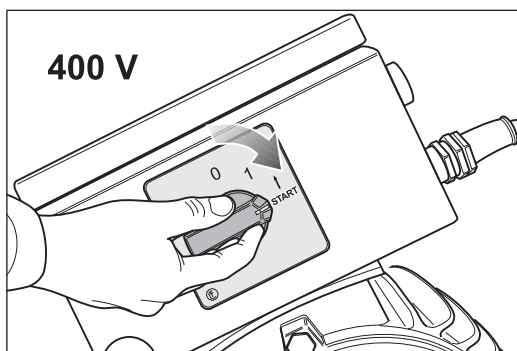
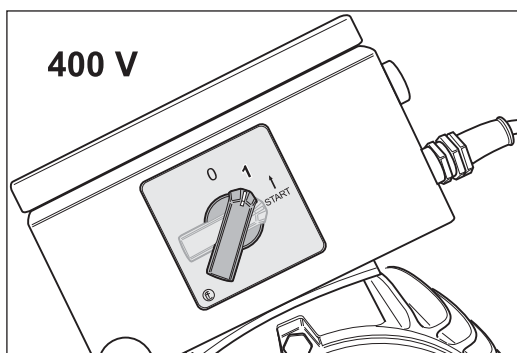

Abb. 25 Zum Einschalten den Schalterknopf am Motor auf die Position -START- drehen.
Abb. 26 Nach Anlauf des Motors den Schalterknopf loslassen. Er nimmt automatisch die Position -1- ein.
- 2 Drehen Sie zum Einschalten der Maschine den Schalterknopf am Motor auf die Position -START- (Abb. 25) und lassen Sie nach Anlauf des Motors den Schalterknopf los. Er nimmt automatisch die Position -1- ein (Abb. 26).